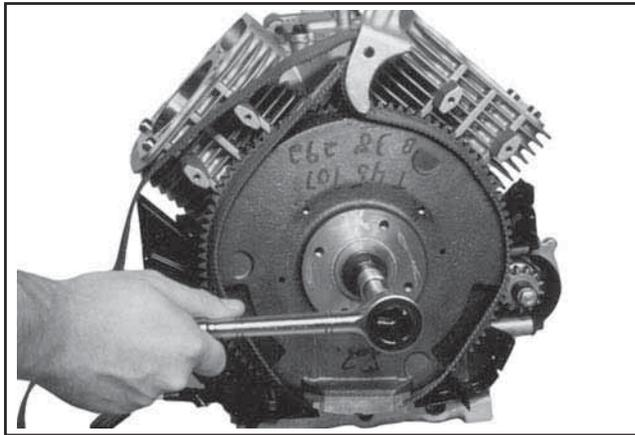

Figure 9-62. Enlèvement du raccord du volant à l'aide d'une clé à ruban.
1. Utiliser une clé à ruban pour volant ou un outil de maintien (voir la Section 2) pour tenir le volant et desserrer la vis hexagonale à embase fixant le volant à l'arbre moteur. Voir la Figure 9-62.